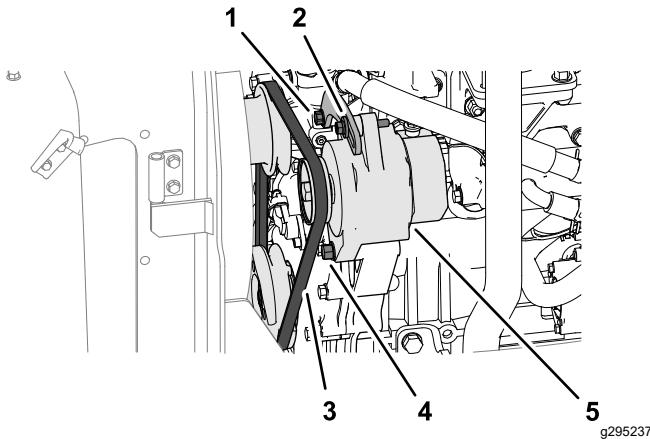

Figure 67
1. Exercez une force de 10 kgf sur la courroie d'alternateur (Figure 67) à mi-chemin entre les poulies.
- Si la courroie présente une flèche de moins de 10 mm, desserrez le boulon de pivot de l'alternateur et le boulon de tension (Figure 67), et réduisez la tension de la courroie.
- Si la courroie présente une flèche de plus de 10 mm, desserrez le boulon de pivot de l'alternateur et le boulon de tension (Figure 67), et augmentez la tension de la courroie.
**Remarque:** Au besoin, desserrez le boulon du support de tension (Figure 67).
3. Serrez les boulons (Figure 67).